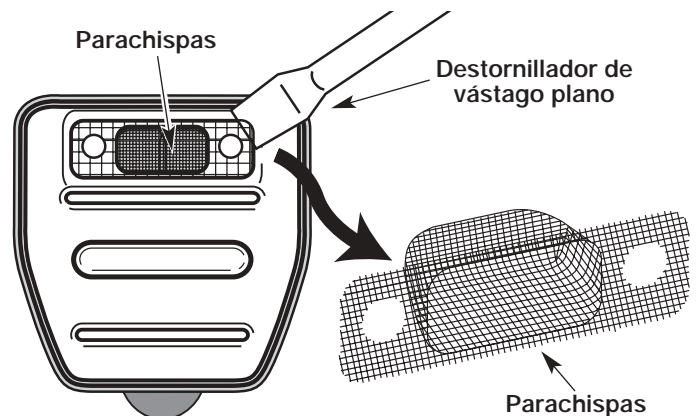

Figure 27
4. Despegue cuidadosamente el parachispas con un destornillador de punta plana del orificio en bajo relieve (Fig. 27). Quite el parachispas del silenciador.
5. Limpie el parachispas con un cepillo de cerdas metálicas. Cámbielo si está dañado o si no lo puede limpiar completamente (Fig. 27).